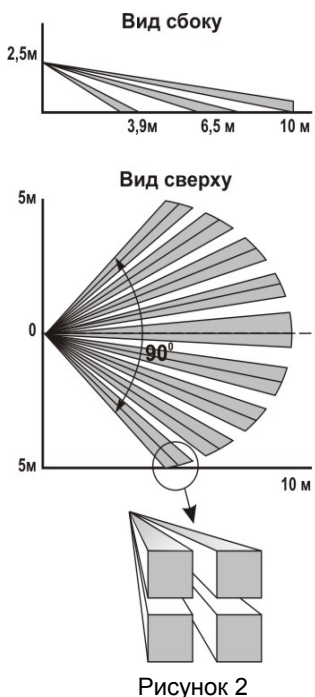

Рисунок 2
2.1 Принцип действия основан на регистрации четырехплощадочным пироэлектрическим приемником изменений потока теплового излучения, возникающих при пересечении человеком зоны обнаружения, которая состоит из чувствительных зон. Каждая чувствительная зона состоит из четырех элементарных чувствительных зон (рисунок 2). Чувствительные зоны извещателя формируются линзой Френеля и четырехплощадочным пироэлектрическим приемником.